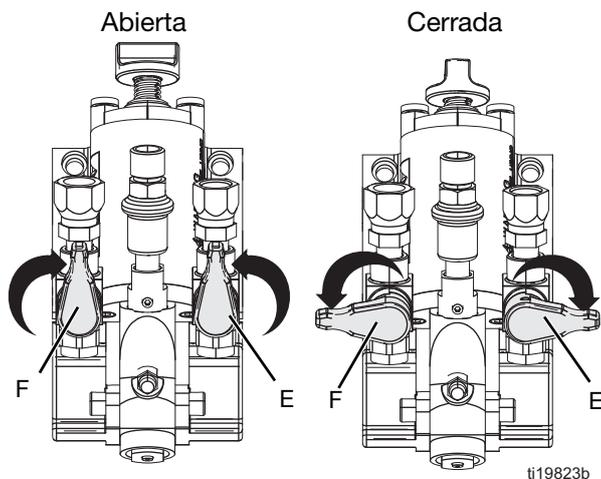

Fig. 5 Válvulas de cierre
- Cierre las válvulas de cierre de material. Consulte la FIG. 5.
5. Cierre las válvulas de cierre de material (E, F). Consulte la FIG. 5.